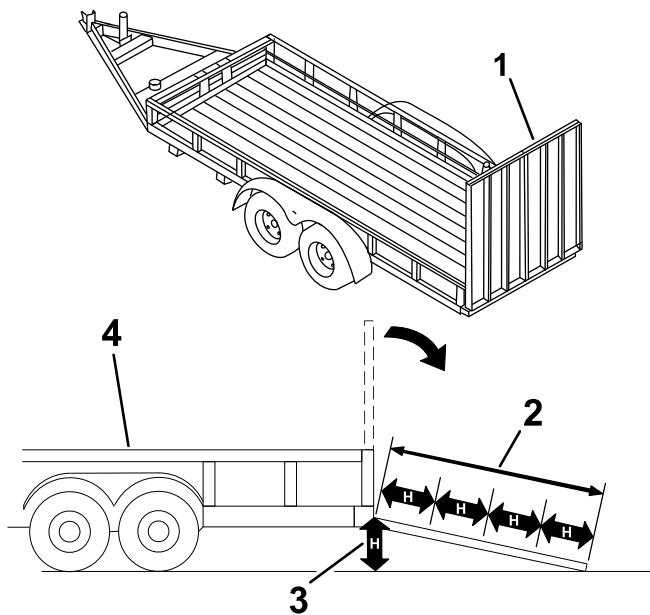

Figure 16
Le chargement de la machine sur une remorque ou un camion augmente le risque de basculement, et donc de blessures graves ou mortelles (Figure 16).
3. Abaissez la rampe (Figure 16).